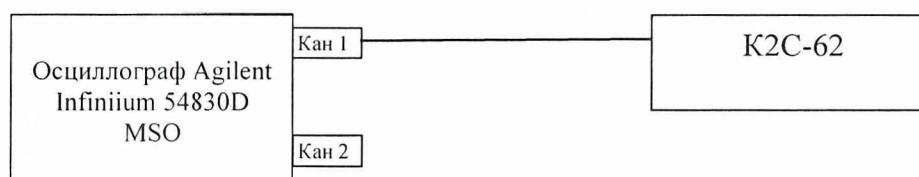

Рис. 5.
6.3.4.1 Собрать измерительную схему в соответствии с рис. 5.